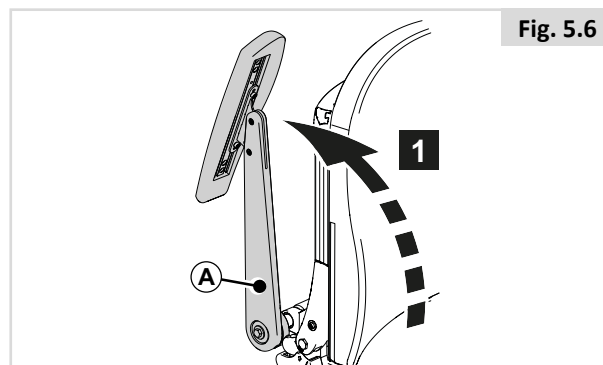

Fig. 5.6
Apoio para o braço articulado reclinável (Fig. 5.6)
1. Dobre (A) para trás. (Fig. 5.6)